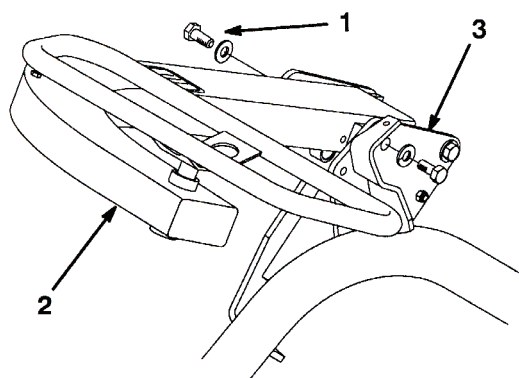

図7
3. オペレータの体格に合わせて適当な取り付け穴を選択し、2本のキャップスクリュー (1/2 × 3/4 in.) とワッシャ (1/2 in.) (各1は付属部品) でアームを固定する。(図7)。
2. スタータからの赤い (+) ケーブルを (+) 端子に固定する (図7)。レンチで締め付けて固定し、ワセリンを塗布する。ケーブルが擦れて磨耗するような配線はさける。座席の最後部でケーブルを傷つけることがあるので特に注意すること。